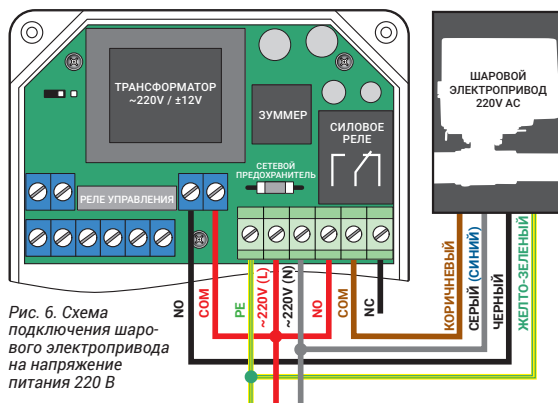

Рис. 6. Схема подключения шарового электропривода на напряжении питания 220 В
6.4. Рис. 6. Схема подключения к блоку управления шаровых электроприводов с напряжением питания 220 В.